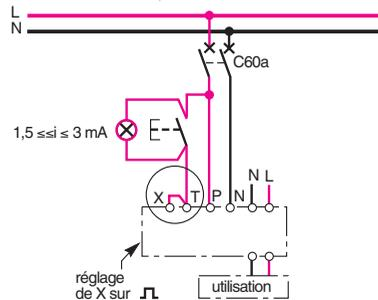

Fig. 4
- si l'entrée X est disponible, la répartition des courants sur les 2 entrées (sélecteur X sur \overline{L} selon la fig. 4) permet de doubler le courant de fuite admissible (3 mA)